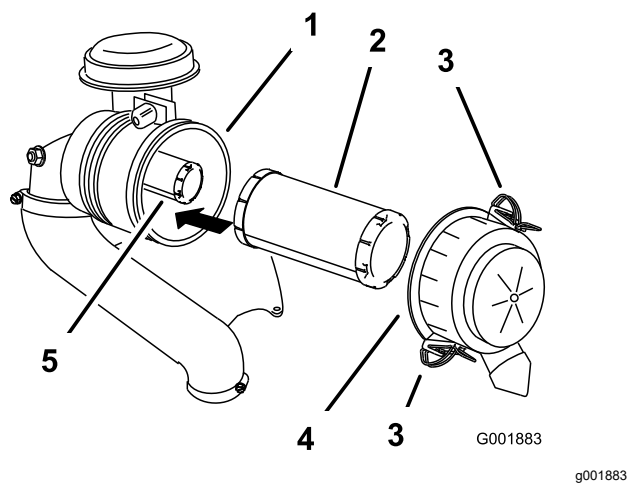

Figura 43
3. Abra los cierres del limpiador de aire y tire de la tapa de la entrada de aire para separarla del cuerpo del limpiador de aire (Figura 43).
5. Extraiga con cuidado el filtro primario de la carcasa del limpiador de aire (Figura 43).
2. Si va a cambiar el filtro interior, deslícelo cuidadosamente en el cuerpo del filtro (Figura 43).
3. Deslice cuidadosamente el filtro primario por encima del filtro de seguridad (Figura 43).
4. Instale la tapa del limpiador de aire y fije los cierres (Figura 43).